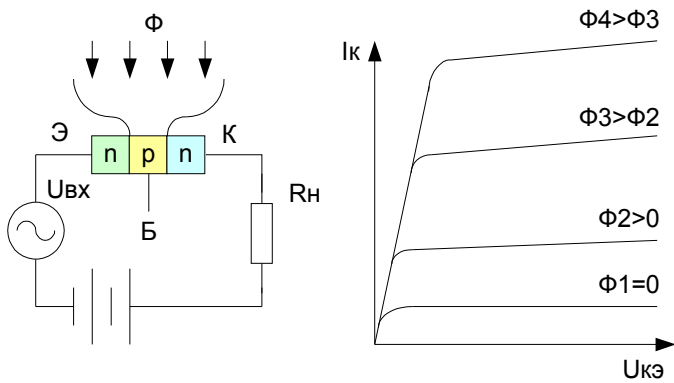

Рис. 93
3) Фототранзисторы. Фототранзистором называется фотогольванический приёмник светового излучения, фоточувствительный элемент которого представляет собой структуру транзистора, обеспечивающую внутреннее усиление (смотрите Рис. 93).